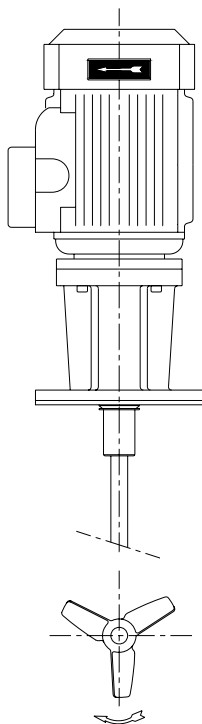

Рисунок 5.1
- Удостовериться, что направление вращения пропеллера правильное (направление вращения по часовой стрелке, если смотреть со стороны мотора). См. рисунок 5.1.